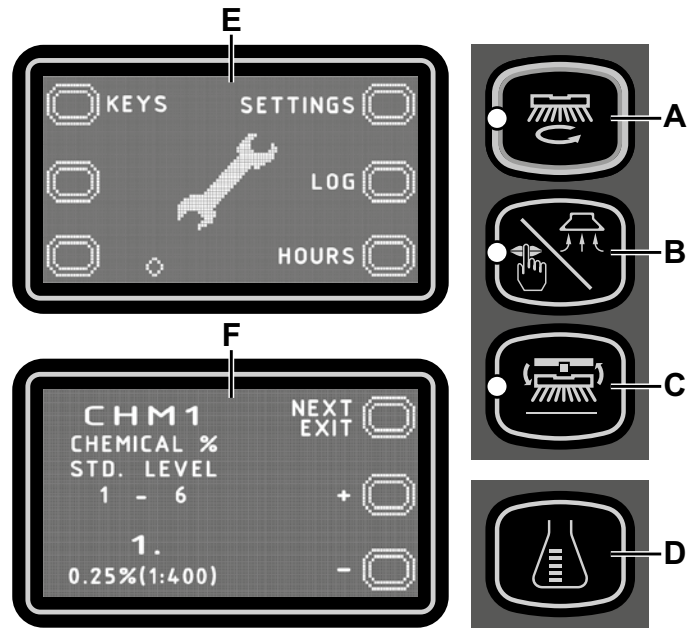

Abbildung 7
Hauptbildschirm (E, Abb. 7)
Bildschirm Geräteeinstellungen (F, Abb. 7)
Um zum Hauptbildschirm (E, Abb. 7) zurückzukehren, mehrmals die Taste (A) drücken.
Um zum Hauptbildschirm (E, Abb. 7) zurückzukehren, die Taste (A) drücken.
Um zum Hauptbildschirm (E, Abb. 7) zurückzukehren, die Taste (D) drücken.